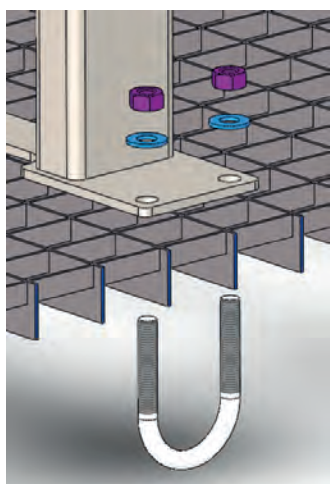

Fig. 4.4.3
- fissare il supporto nella posizione desiderata sul grigliato con i bulloni a staffa, le rondelle e i dadi a corredo (Fig. 4.4.3).